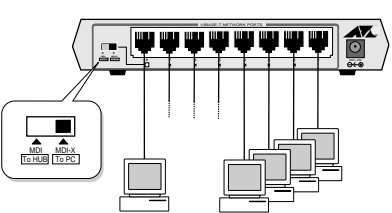

図5 スタンドアローンの接続例
- 本体背面の10BASE-T NETWORK PORTSのひとつにUTPケーブルを接続します。MR415Tのポート4またはMR815Tのポート8を使用する場合、MDI/MDI-X切替スイッチをMDI-X (To PC) に設定してください（図5）。